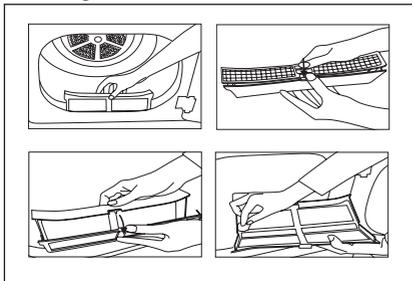

Bild 1
- 2.a) Om produktens skyddsfiler kan öppnas så som visas i bild 1, tar du bort filtret genom att dra uppåt och öppna filtret.